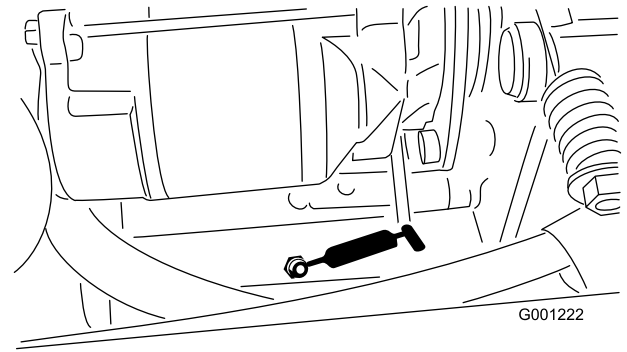

図 39
- ・ PTO の後ベアリング (図 39)
- ・ PTO のテンション・ピボット (図 39)